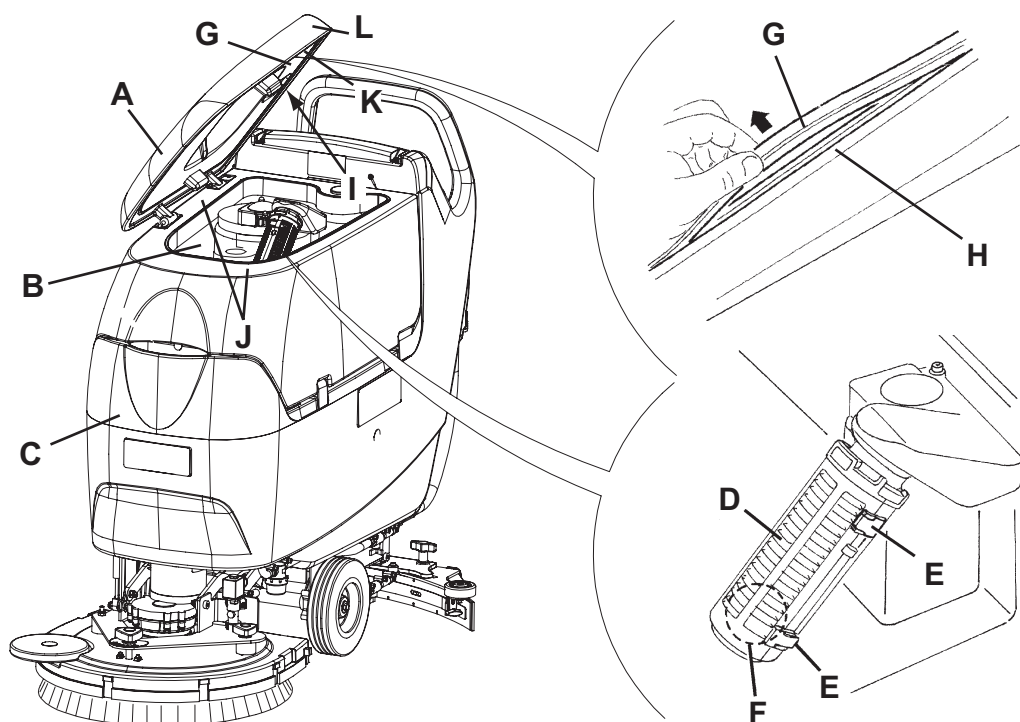

Figure 5
3. Ouvrir le couvercle (A, Fig. 5) et le porter dans la position de lavage (L).
4. Nettoyer et laver à l'eau propre le couvercle (A), les réservoirs (B et C) et la grille d'aspiration avec fermeture automatique à flotteur (D).